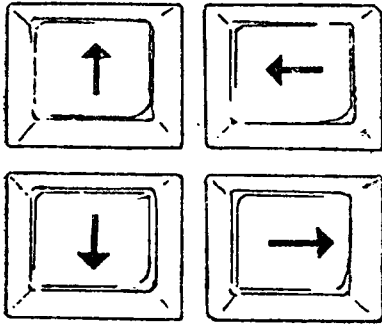

图2.2 光标移动键
2. 光标移动键 大多数键盘上, 用户可利用一系列有箭头表示的键来移动C R T 显示器上的不同光标位置(见图2.2)。